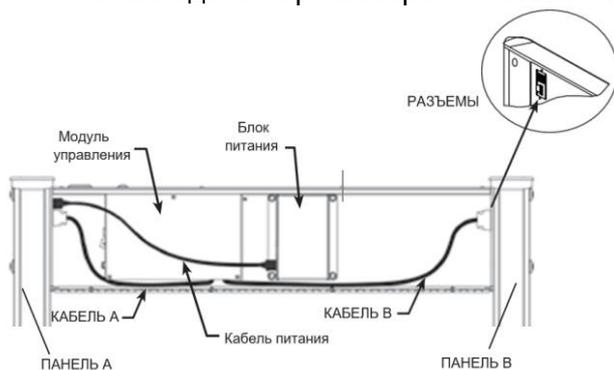

Рисунок 11
4. Откройте крышку Блока управления. Подсоедините кабели А (15 контактов) и В (25 контактов) к соответствующим панелям. (см. Рисунок 11)